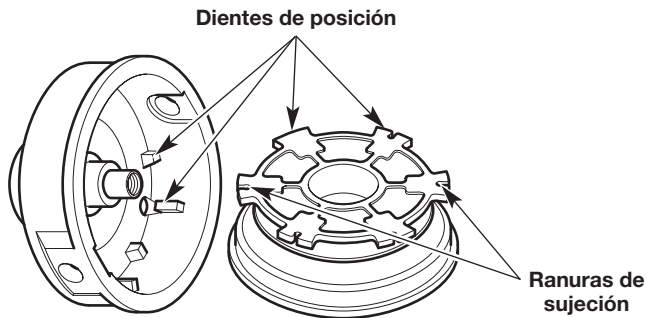

Fig. 18
6. Compruebe que los dientes de posición y las ranuras de sujeción no estén desgastados (Fig. 18). Si fuera necesario, quite las rebabas o cambie el carrete interior y la bobina exterior.